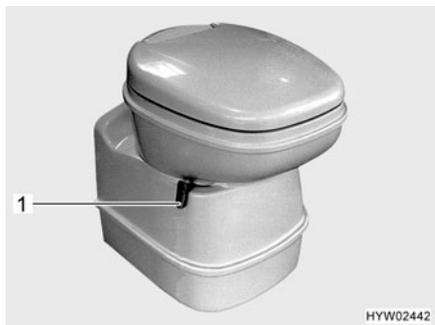
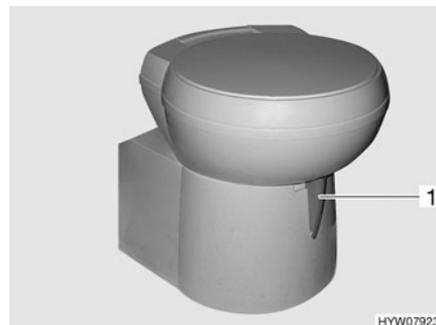

Fig. 224 Taza del inodoro Thetford, basculable
Fig. 225 Taza del inodoro Thetford, basculable (alternativa)
- Antes del lavado, abrir la corredera del inodoro Thetford. Para ello, empujar la palanca de corredera (Fig. 224,1 ó Fig. 225,1) en sentido contrario a las agujas del reloj.
- Desplazar la palanca de corredera (Fig. 224,1 ó Fig. 225,1) en sentido de las agujas del reloj. Se cierra la corredera. Para el vaciado **debe** estar cerrada la corredera en el inodoro Thetford.